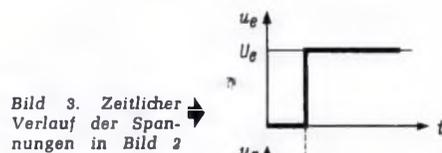
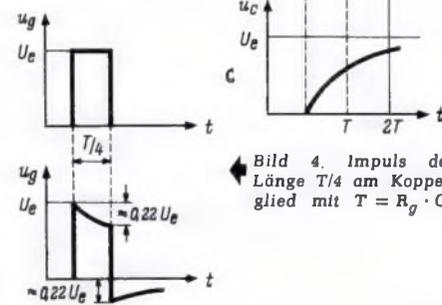
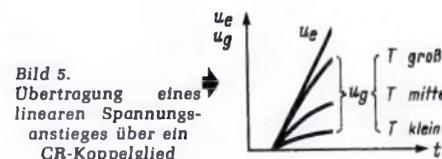
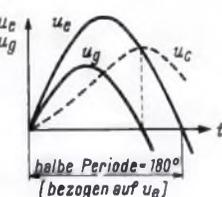

Bild 3. Zeitlicher Verlauf der Spannungen in Bild 2
Bild 4. Impuls der Länge  $T/4$  am Koppelglied mit  $T = R_g \cdot C_g$
Bild 5. Übertragung eines linearen Spannungsanstieges über ein CR-Koppelglied
Bild 6. Übertragung eines sinusförmigen Anstieges über ein CR-Koppelglied
An die gleiche Verstärkerstufe legen wir nun einen Impuls, d. h. einen kurzen Spannungsstoß, dessen Dauer ein Viertel der Länge der Zeitkonstante des verwendeten Koppelgliedes betragen soll (Bild 4). Die Gitterspannung ist am Ende des Impulses um etwa 22 % abgesunken. Dann kommt die hintere Flanke des Eingangsimpulses, die das Gitter zunächst um die volle Größe  $U_e$  negativer macht. Die Gitterspannung liegt direkt nach dem Rückflankensprung der Eingangsspannung um den gleichen Spannungsbetrag unter der Nulllinie, wie vorher der Abfall des Impuls„daches“ ausgemacht hatte, hier also um etwa 22 % der Maximalspannung! Diese vor dem Koppelglied gar nicht vorhandene negative Spannung geht nach der gleichen Gesetzmäßigkeit gegen Null wie die positive Impulsspannung im Bild 3; d. h. nach der Zeit von  $5T$  ist die Gitterspannung auf  $1/100$  ihres Maximalwertes abgesunken. Das wäre in diesem Fall eine negative Spannung von der Größe  $0,01 \cdot 0,22 \cdot U_e$ .
Bild 5 zeigt nun eine Eingangsspannung, die nicht sprunghaft, sondern linear ansteigt. Die unverfälschte Übertragung des Sprunges in Bild 4 ergab sich deshalb, weil in der unendlich kurzen Sprungzeit der Kondensator noch keine Ladung aufnehmen konnte. Anders jetzt. Während der Dauer des Anstieges kann hier bereits eine gewisse Aufladung erfolgen. Nach Gleichung (5), die wir jetzt wegen der veränderlichen Eingangsspannung schreiben
Bild 6 zeigt eine im Nulldurchgang beginnende Sinusspannung. Der Beginn der Kurve ist annähernd linear. Hier wird also die  $u_g$ -Kurve etwa so verlaufen wie bei Bild 5. Dann jedoch geht  $u_e$  in einen flachen, im Scheitelpunkt sogar waagerechten Teil über (Bereich 2). Irgendwo in diesem Bereich – und zwar bevor  $u_e$  ihren Scheitelwert erreicht hat – wird die Spannung am Kondensator infolge Aufladung ebensoviel zunehmen wie  $u_e$ ; das bedeutete für  $u_g$ , daß diese ihren Maximalwert hat und von hier an wieder kleiner wird.